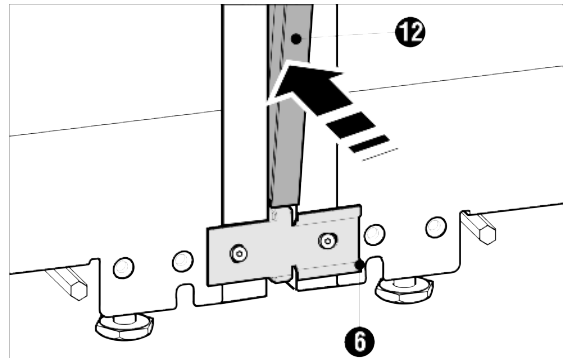

Fig. 6
- Вдавите на передней стороне длинную планку из высококачественной стали Fig. 6 (12) в вертикальную щель: Перед установкой обе перемычки планки из нержавеющей стали Fig. 6 (12) сведите вместе на всей длине. Так планка легче войдет в зазор. Для вдавливания планки используйте мягкую ткань, чтобы предупредить образование вмятин на ее поверхности. Планку следует вдавливать аккуратно и прямо, чтобы получить оптимальное соединение. Обратите внимание на то, что планка опирается на крепежный уголок Fig. 6 (6).